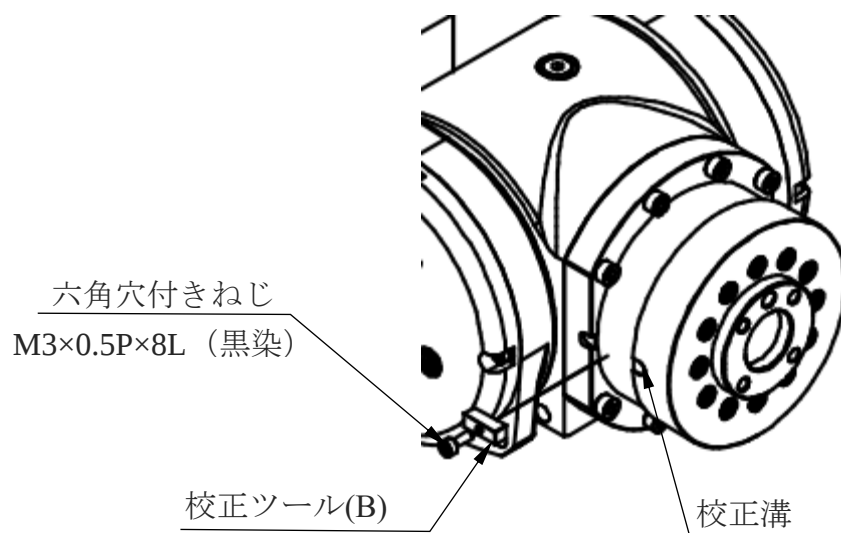

図 4-7 第 6 軸の原点校正イメージ図
- 第 6 軸の校正順序は以下のとおりです（図 4-7 を参照してください）